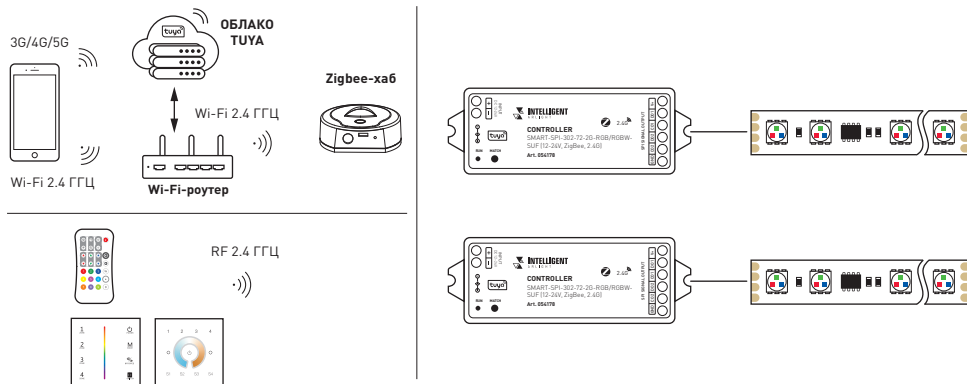

Рис. 2. Общая структурная схема построения системы управления
- 3.2. Подключите контроллер в соответствии со схемами на рис. 2–5.